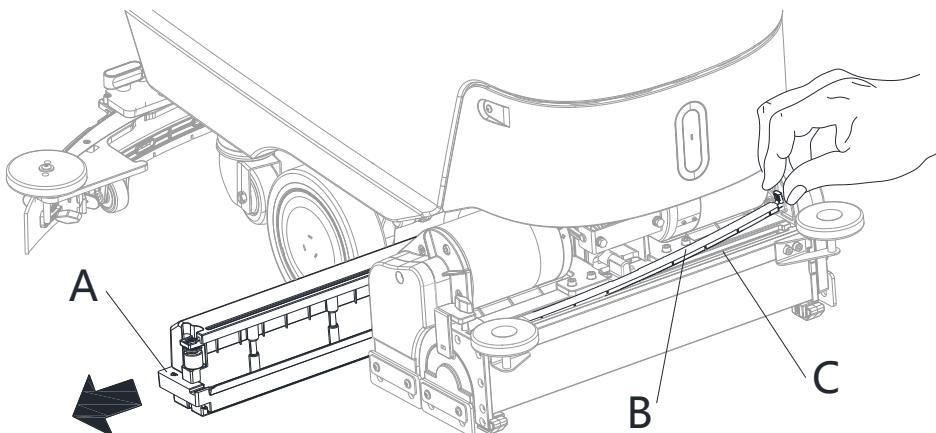

Abb. 17
- Ziehen Sie den Kehrgutbehälter (A, Abb. 17) von der Seite ab, reinigen Sie ihn sorgfältig und setzen Sie ihn wieder auf das Deck. Es empfiehlt sich die Reinigung am Schichtende.
- Die Gummiauflage (B) hochziehen und die Ableitvorrichtung (C) reinigen, um sicherzustellen, dass nicht alle Löcher verstopft sind. Die Gummiauflage (B) nach der Reinigung wieder anbringen.